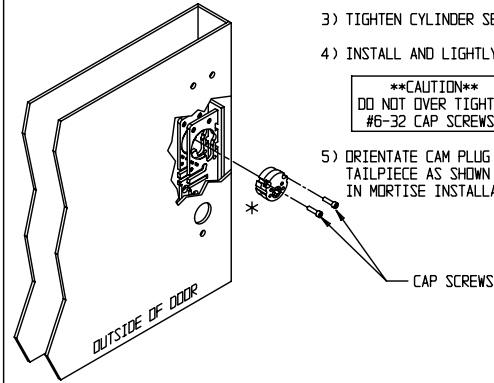

FIG. 1
- 2) INSTALL MORTISE CAM PLUG INTO DEADLATCH CASE AS SHOWN IN FIG. 1